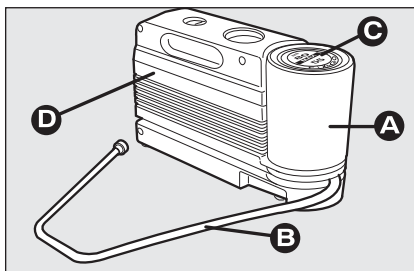

fig. 7
Le kit **fig. 7** comprend:
- un compresseur **D-fig. 7** muni d'un manomètre et de raccords, trouvable dans le compartiment;